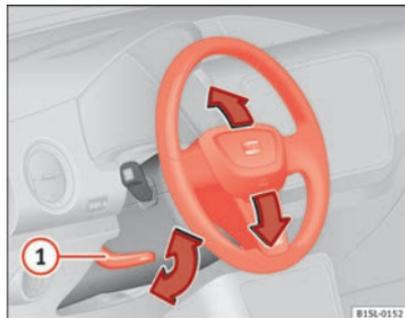

Fig. 33 Ajuste mecánico del volante.
- Mueva la palanca ⇒ fig. 33 ① hacia abajo.
- Tras ajustar la columna de la dirección, empuje firmemente la palanca ⇒ fig. 33 ① hacia arriba para que el volante no cambie de posición accidentalmente durante la marcha.